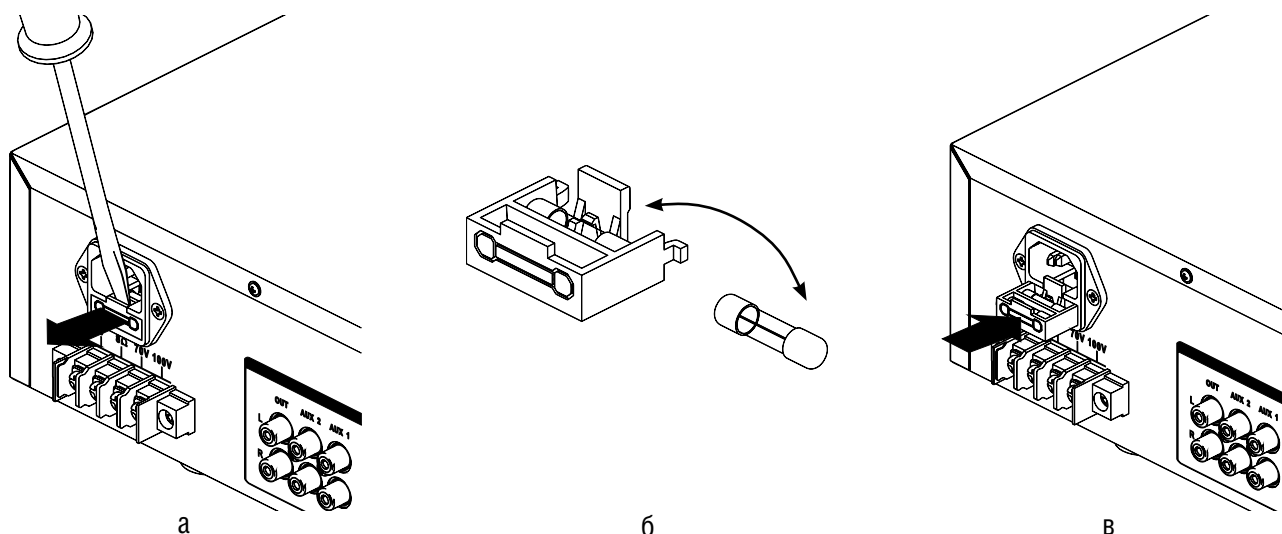

Рисунок 11.1 Порядок замены перегоревшего предохранителя
2. Извлеките крышку предохранителя из трансляционного усилителя аккуратно поддев её шлицевой отвёрткой. (**Рис. 11.1, а**)
3. Замените перегоревший предохранитель исправным, предварительно убедившись, что в крышке не осталось посторонних предметов (**Рис. 11.1, б**)
4. До упора вставьте крышку с исправным предохранителем в трансляционный усилитель (**Рис. 11.1, в**)